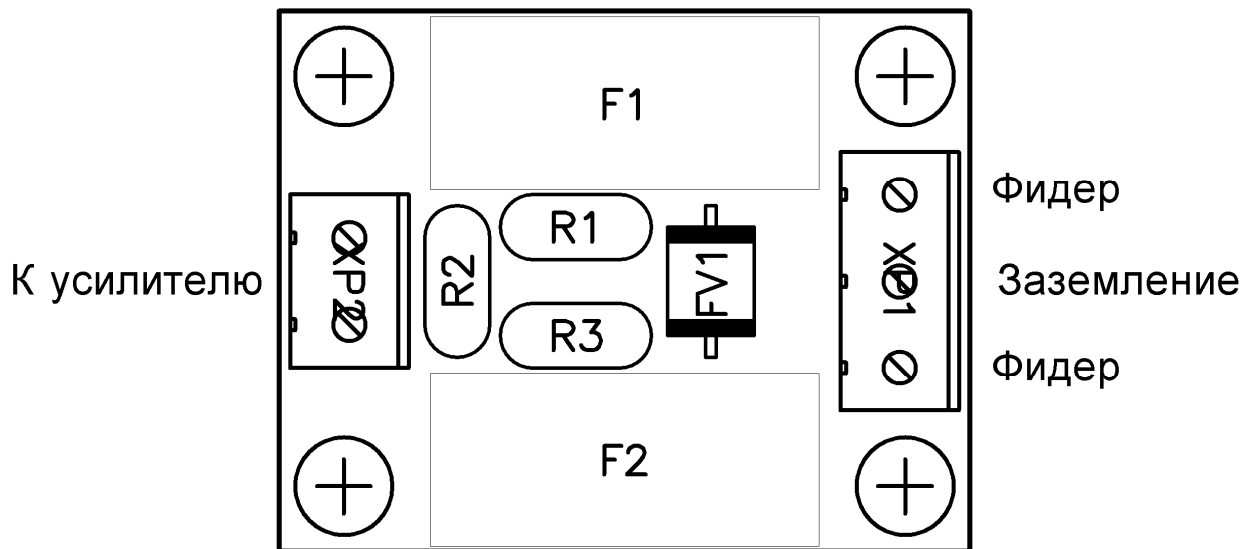

Рисунок 1 – Назначение клемм на плате устройства
4.2 Подключение усилителей, фидеров и контура заземления выполняется в соответствии с рис. 1.